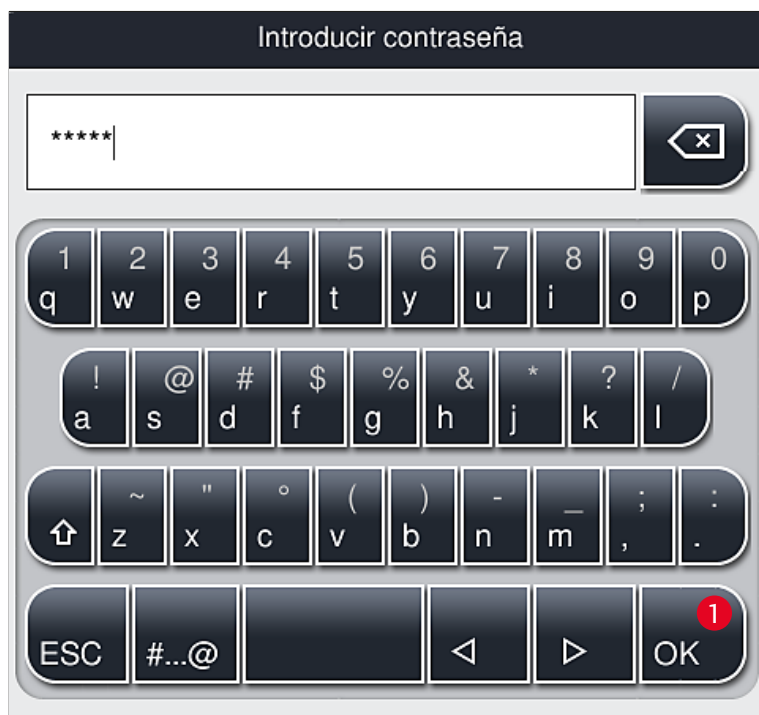

Fig. 28
2. Se muestra un teclado (→ Fig. 28) que se puede utilizar para introducir la contraseña.